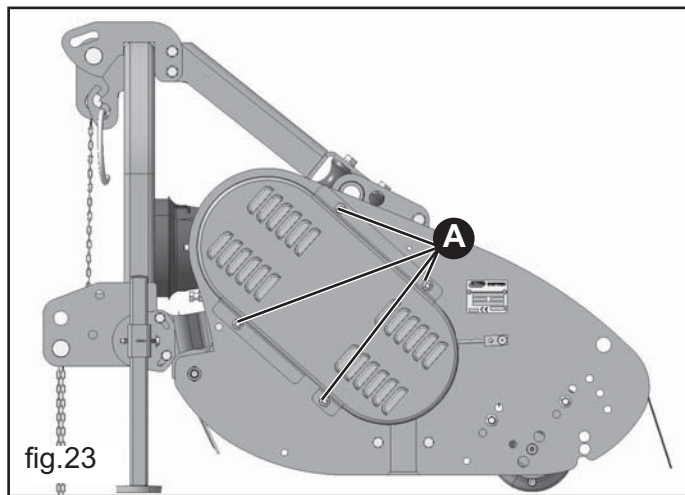

fig.23
- Togliere le viti che fissano il carter di protezione (A fig.23 - N°.4), aprire il carter tirandolo verso l'esterno.
- Rimontare il carter, fissandolo con le relative viti tolte in precedenza (A fig.23 - N°.4).